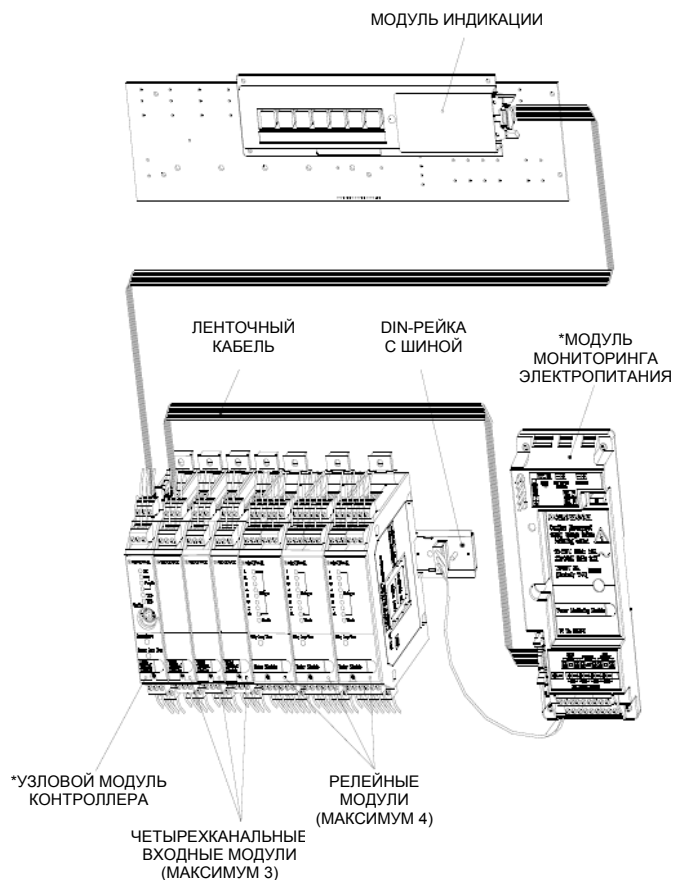

Рис. 1. Общее расположение модулей Vortex
На рис. 1 показано общее расположение модулей системы Vortex. Количество и расположение модулей изменяется в зависимости от конфигурации системы Vortex.
На рис. 1, стр. 4 показано расположение модулей в системе Vortex. Количество и расположение модулей изменяется в зависимости от конфигурации системы Vortex.
4. Соберите модули на DIN-рейке (рейках) с шиной. Для уменьшения помех от входных каналов при переключении значительных нагрузок релейные выходные модули следует поместить справа от четырехканальных входных модулей. Узловой модуль контроллера следует разместить слева, согласно рис. 1.